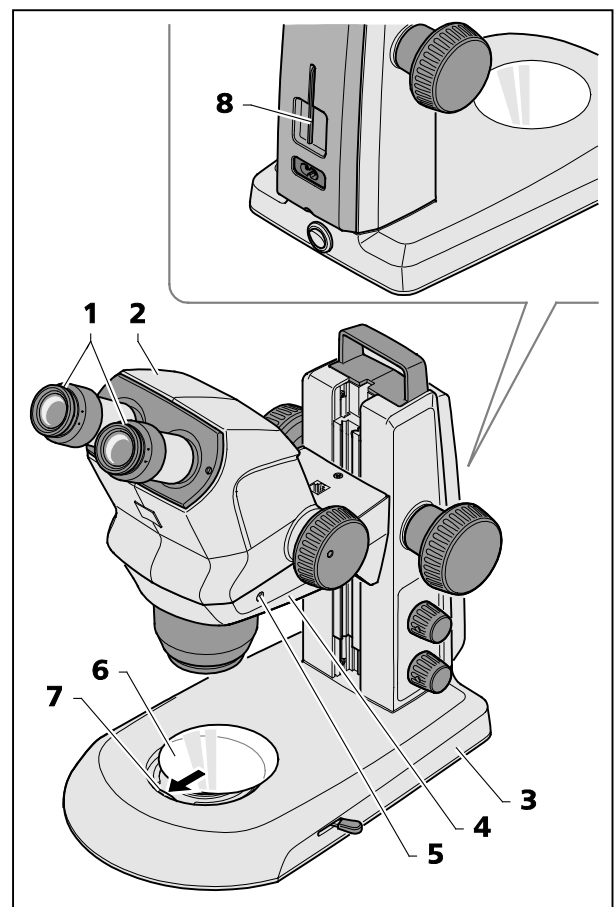

Fig. 6 Installare il microscopio stereoscopico
- Sistemare lo stativo (Fig. 6/3) su una base piana e stabile.
- Se il corpo dello Stemi 508 (Fig. 6/2) non è ancora stato montato, inserirlo nel portamicroscopio Stemi (Fig. 6/4) orientarlo e fissarlo mediante la vite di arresto (Fig. 6/5).
La brugola adeguata (Fig. 6/8) si trova nel supporto sul lato posteriore dello strumento.
- Se i due oculari (Fig. 6/1) non sono ancora montati, inserirli fino all'arresto nei tubi oculari.
- Inserire la lastra di vetro o di materia plastica, in bianco e nero S/W (Fig. 6/6 nell'alloggiamento situato nel piede dello stativo, spingendo la lastra di vetro o di materia plastica in bianco e nero S/W contro la molla (Fig. 6/7) e facendola innestare.